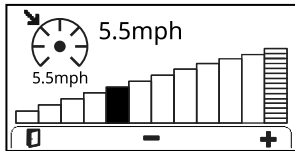

図 29
- クルーズコントロール画面 (図 29) クルーズコントロールが動作中に表示されますただし別のメニュー画面の操作を行っていないとき。クルーズコントロール動作中にボタン を押しでも表示されます。